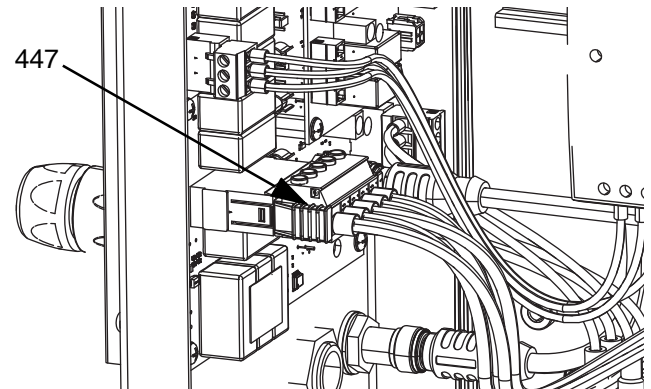

ABB. 17
9. Schließen Sie das dem Erweiterungsmodul beiliegende CAN-Kabel an Schottverschraubung 2 (B2) in AMZ 1 im Heizungsschaltkasten (S) an.
10. Schließen Sie den Kabelbaum (479) vom Erweiterungsmodul an AMZ1 an, wie dargestellt in ABB. 17.